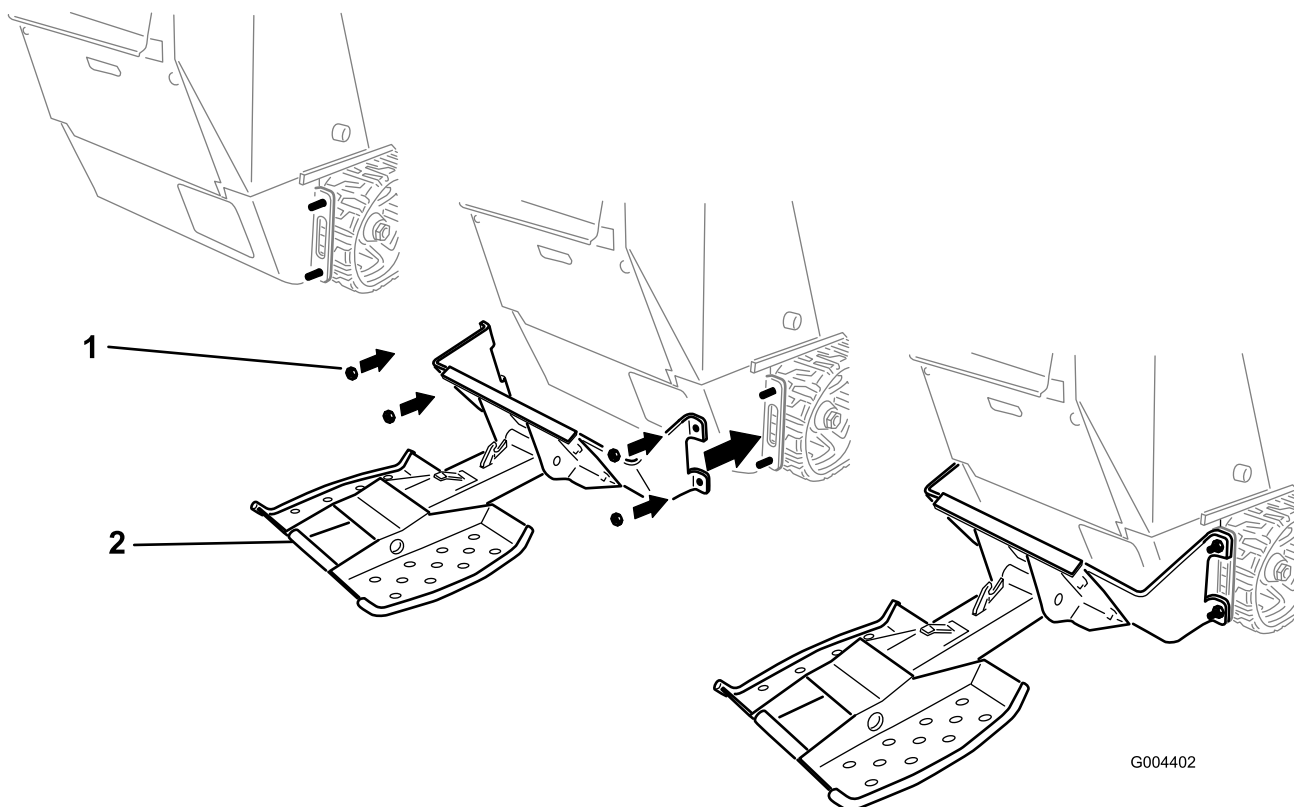

Figura 5
5. Montate le staffe di montaggio sui 4 bulloni inseriti nel pannello posteriore in precedenza e fissatele con 4 dadi ($\frac{1}{2}$ "), come illustrato nella Figura 5.